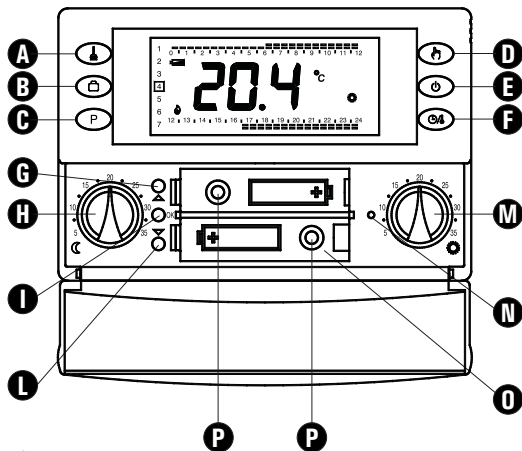

Fig. 4
5. Inserire le batterie nel vano batterie (0 di Fig. 4); vedi paragrafo 'INSERIMENTO/ SOSTITUZIONE BATTERIE'.
Inserire le pile rispettando le polarità indicate nell'apposito vano (vedi paragrafo 'INSERIMENTO/SOSTITUZIONE BATTERIE') ed eseguire l'operazione di reset agendo con un oggetto a punta attraverso l'apposito foro (N di Fig. 4); **NON USARE AGHI O STRUMENTI CHE POSSANO DANNEGGIARE IRREPARABILMENTE IL CRONOTERMOSTATO.**
'OK': Programmazione ora e giorno della settimana corrente (I di Fig. 4);
'▲': Avanti (G di Fig. 4);
'▼': Indietro (L di Fig. 4);
La temperatura di Comfort viene impostata tramite la manopola '🔧' (M di Fig. 4) mentre quella di Riduzione viene impostata tramite la manopola '🌡' (H di Fig. 4).